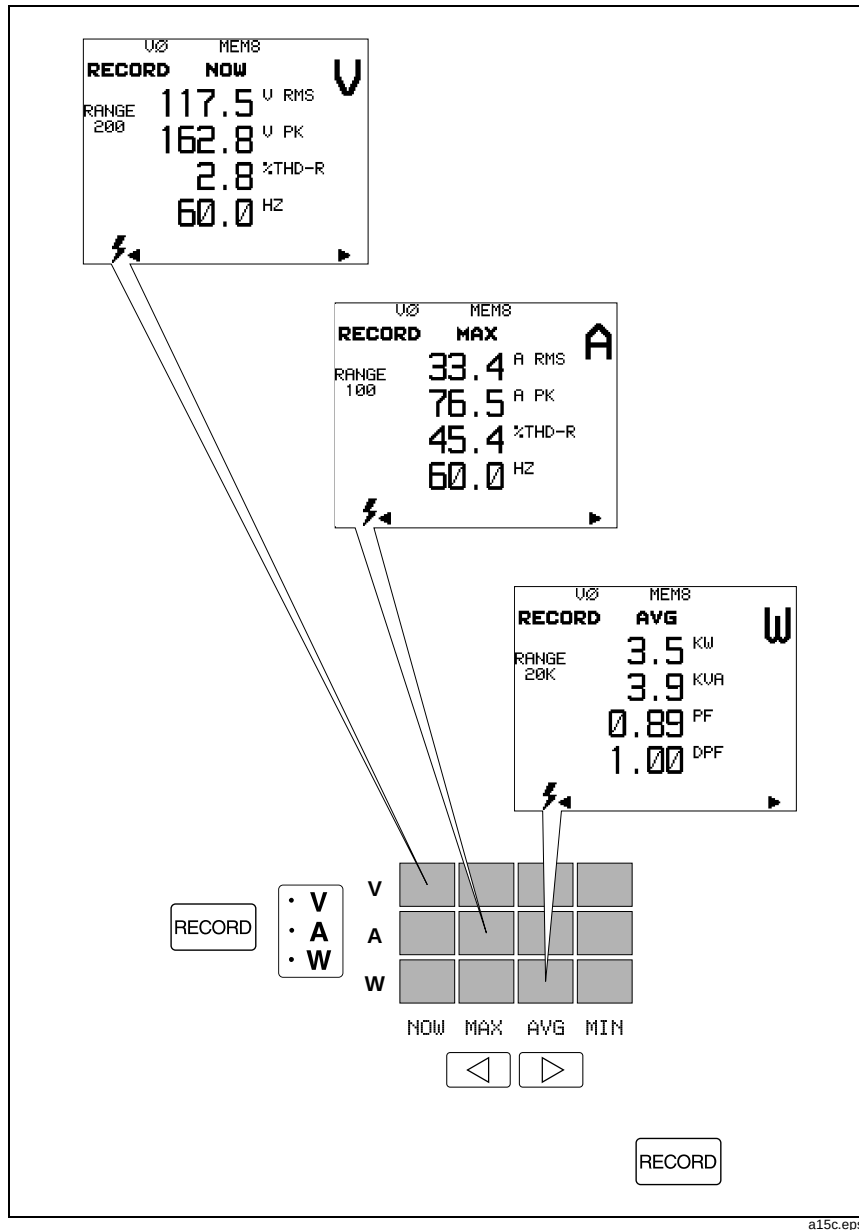

Abbildung 16. Aufzeichnungsbildschirme
RECORD drücken, um mit der Aufzeichnung der Werte für alle Meßfunktionen zu beginnen. Dann ◀ oder ▶ drücken, um durch die Bildschirme für die aktuell gewählte Funktion zu steuern. Im Aufzeichnungsmodus kann auch zwischen den Meßfunktionen umgeschaltet werden. (Abbildung 16 gibt einen Überblick über mögliche Aufzeichnungsbildschirme.) Für alle Funktionen zeigt das Prüfgerät Bildschirme in der folgenden Reihenfolge an:
12 verschiedene Aufzeichnungsbildschirme können aufgerufen werden: NOW, MAX, AVG und MIN für Spannungs- (V), Strom- (A) und Leistungsmeßfunktionen (W). Abbildung 16 gibt einen Überblick über die verfügbaren Aufzeichnungsmessungen und -berechnungen je Funktion.